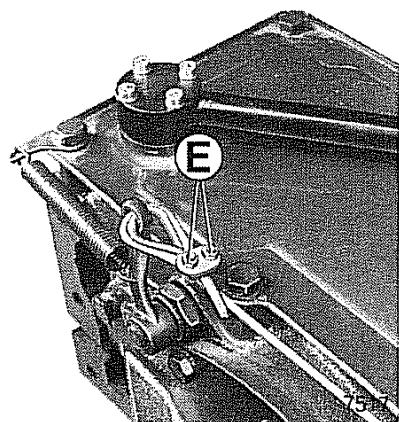

Fig. 18 - Registro di posizione del bloccaggio differenziale
- Allentare i dadi **E** (fig. 18).